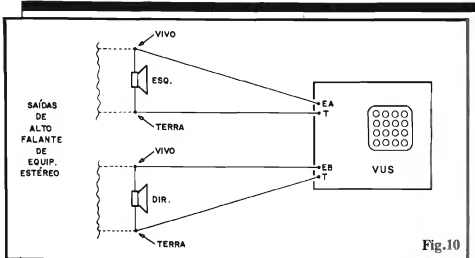

Fig.10
**FIG. 10 - OBTENDO OS SINAIS DE EXCITAÇÃO PARA O VUS** - Conforme já foi explicado, os sinais para excitação dos dois "eixos" de visualização no **display** do VUSCÓPIO, podem ser diretamente "puxados" dos próprios terminais dos alto-falantes dos dois canais de um sistema de áudio estéreo qualquer... É importante determinar-se nas tais Saídas para alto-falante, qual é o "polo" de "Terra", já
Com o VUSCÓPIO devidamente alimentado (ligado a uma fonte de 12 VCC, com disponibilidade de Corrente para um mínimo de 250 mA, ou ao sistema elétrico de um carro - 12V...) e com as conexões de sinal devidamente feitas (fig. 10), inicialmente ajusta-se o **volume** do áudio no equipamento, conforme os gostos ou necessidades do local/ouvinte... Os dois **trim-pots** de pré-ajuste do VUS (ambos de 4K7, codificados como PA e PB no "esquema" da fig. 1...) podem - inicialmente - ficar em suas posições **médias** ("meio giro" no